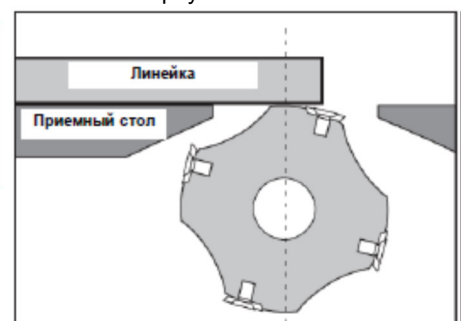

Рис. 61 Проверка параллельности ножевого вала
18. Используя линейку и щуп, проверьте параллельность ножевого вала относительно приемного стола, как показано на Рис. 61. Установив линейку, поднимайте или опускайте приемный стол, пока линейка не коснется корпуса ножевого вала.